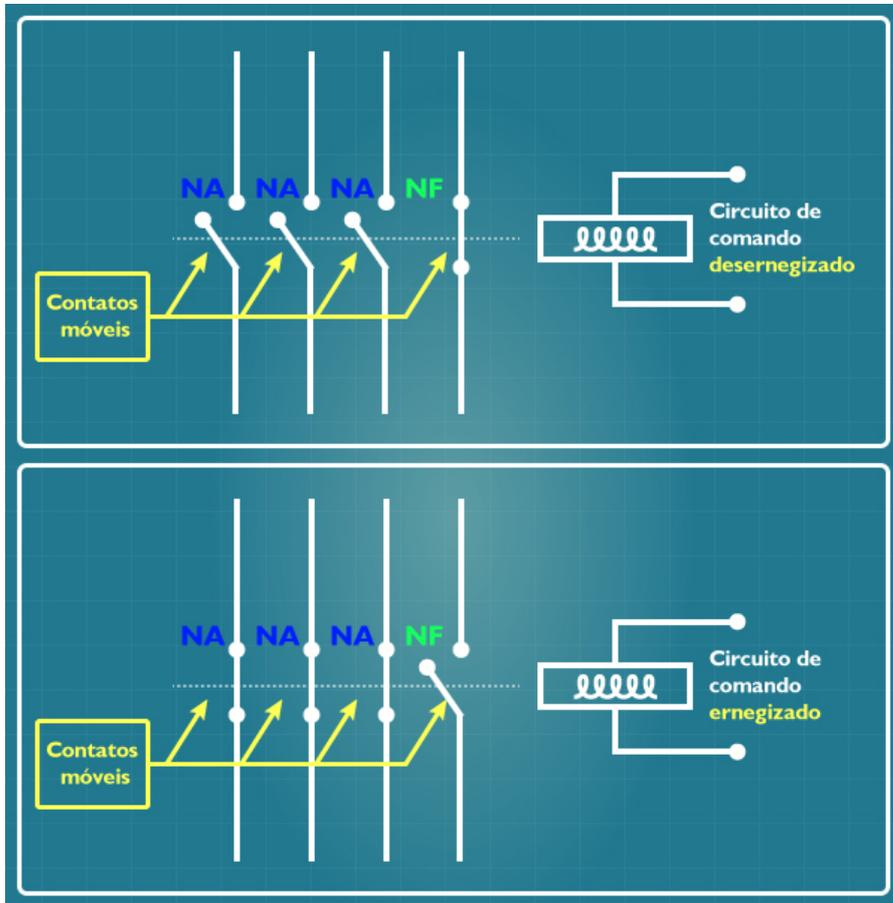

Figura 3 - Simbologia do contator
Os contatores são chaves magnéticas que permitem uma operação remota, a distância, sem a atuação manual, que podem possuir contatos auxiliares. Em relação às partes principais do contator, são a bobina e os contatos, que podem ser normalmente abertos (NA) ou normalmente fechados (NF). Os contatos NA são abertos no repouso e fecham quando é acionada a bobina; já os NF, ao contrário, abrem quando o contator é acionado. A Figura 3 mostra a simbologia do contator e sua forma de operação e a Figura 4 mostra um contator vendido no comércio.
A Figura 3 mostra duas situações: uma em que os contatos estão em repouso devido ao circuito estar desenergizado, ou seja, não circular corrente na bobina; e na outra, há corrente na bobina energizando o circuito. Note que nos contatos do contator, que são NA em repouso, eles fecham quando há atuação da bobina e os NF abrem-se quando são acionados. Nos contadores, quando a bobina deixa de estar energizada, os contatos voltam às suas posições de repouso.